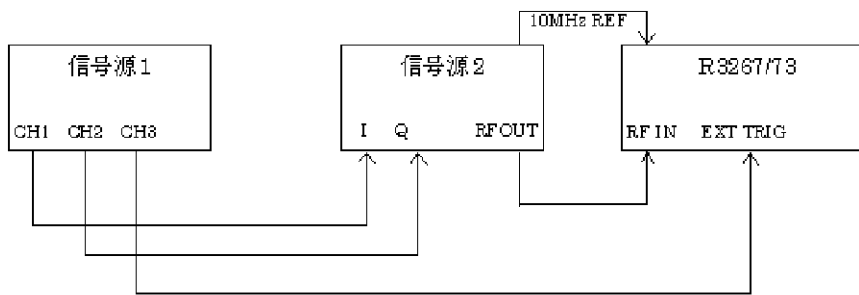

図 6-3 RF 入力 BTS 測定接続図
1. R3267/73 と信号源を図 6-3 のように接続します。